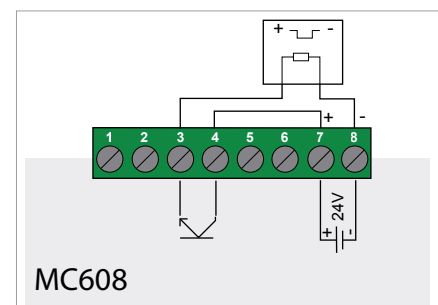

Fig. 30
1) À l'aide de 4 boutons sur le cache antérieur du convertisseur (1, Fig. 30), en dévissant le verre du panneau frontal (2, Fig. 35).